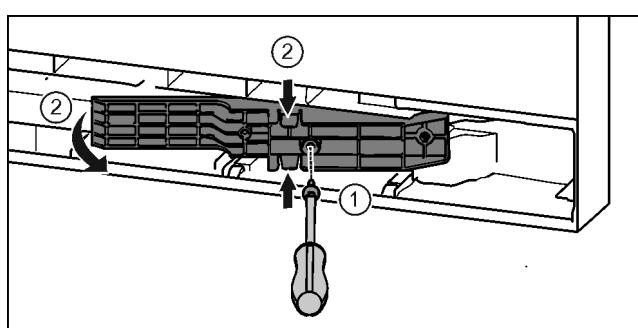

Fig. 22\*
- Schrauben mit Schraubendreher T15 lösen.\* Fig. 22 (1)
- Adapterstück herausziehen.\* Fig. 22 (2)